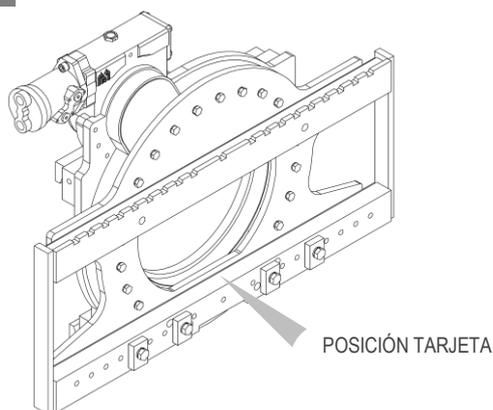
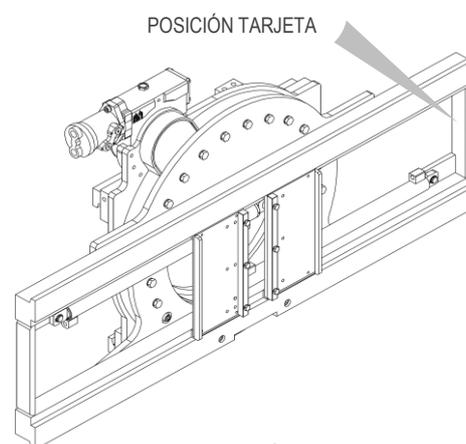
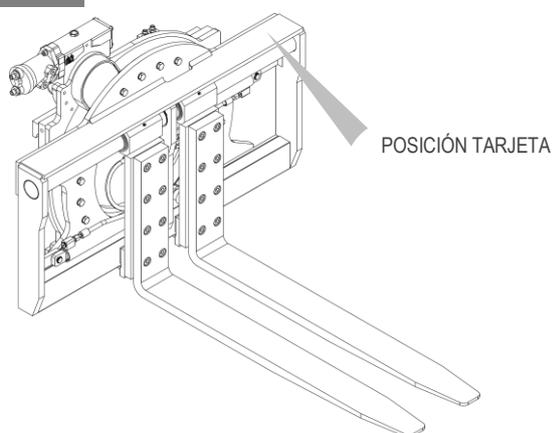

Figura 1
Figura 2
Figura 3
Todos los equipos A.T.I.B. – TABLERO ROTATORIO A 360° TIPO 301 son identificados de una tarjeta adhesiva (mira *Tabla 1*) puesta sobre el equipo (mira *Figura 1/Figura 2/Figura 3*), siempre referirse a la matricula
Para la manipulación, utilice correas o cadenas del tamaño adecuado para el peso del equipo indicado en la tarjeta (mira *Figura 1/Figura 2/Figura 3* y *Tabla 1* a pag. 7).
11. Conecte el circuito hidráulico; asegurándose de que la presión de trabajo de las tuberías sea superior o igual a la indicada en la tarjeta identificadora (mira *Figura 1/Figura 2/Figura 3* y la *Tabla 1* a pag. 7).